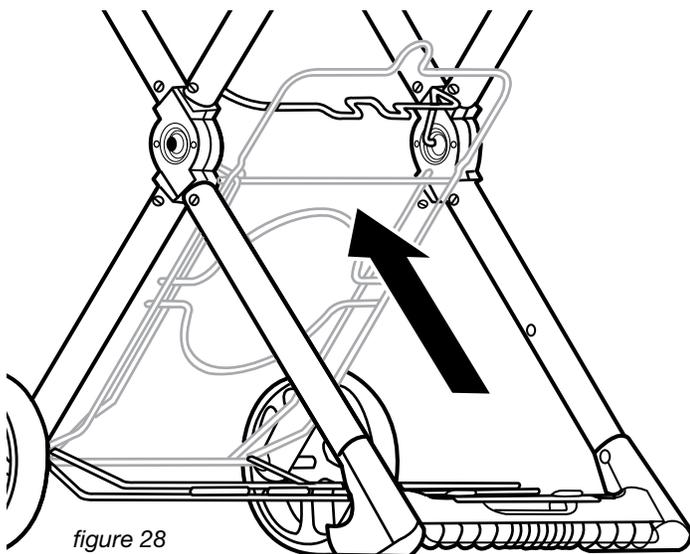

figure 28
Relever (32) le support de bouteille, comme indiqué à la figure 28.